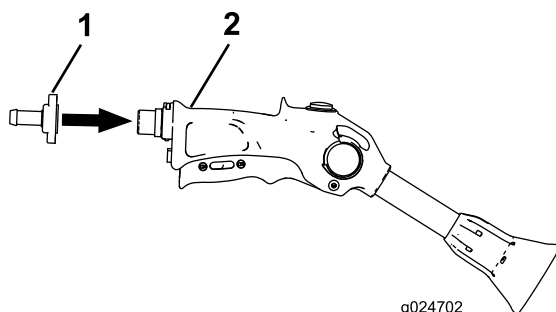

Figura 31
1. Montagem da pistola de pulverização (Figura 31).